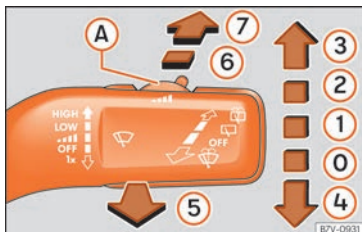

**Fig. 120** Manejo del limpiaparabrisas y limpialuneta.
| 1 | ...  | Barrido a intervalos para el limpiaparabrisas. Con el mando » fig. 120 (A) ajuste los niveles de intervalo (en vehículos sin sensor de lluvia), o bien la sensibilidad del sensor de lluvia. |